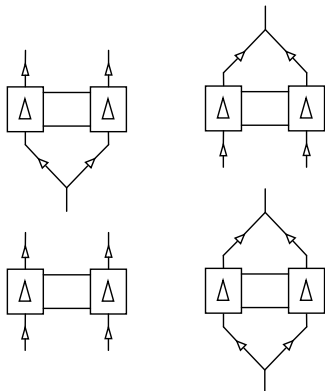

Fig.9: Verschlauchungsmöglichkeiten für NFB-Versionen
- Die Einbaulage der Pumpe kann prinzipiell frei gewählt werden. Für maximale Genauigkeit und schnelle Entlüftung die bevorzugte Einbaulage beachten (Fig. 9).